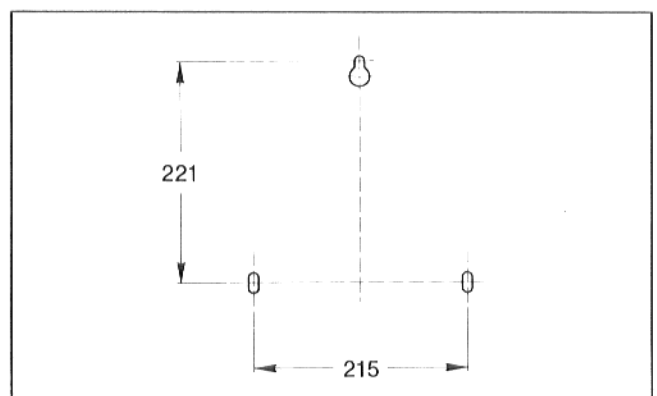

Abb. 3
- Bohrlöcher anzeichnen und bohren (Abb. 3).